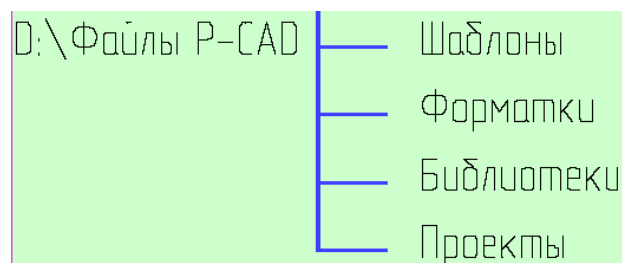

Рисунок 4.15 - Примерная структура рабочих каталогов
Возможная структура каталогов для хранения пользовательских файлов представлена на рис. 4.15. Здесь для хранения рабочих файлов на одном из дисков, например **D:**, выделяется отдельный каталог «Файлы P-CAD», в котором создаются папки для хранения созданных шаблонов, форматов, пользовательских библиотек и отдельных проектов. Для каждого проекта выделяется отдельная папка.
- 2) В типовом диалоге **Windows** сохранения файла под новым именем на одном из доступных дисков создайте структуру папок, аналогичную изображенной на рис. 4.15,